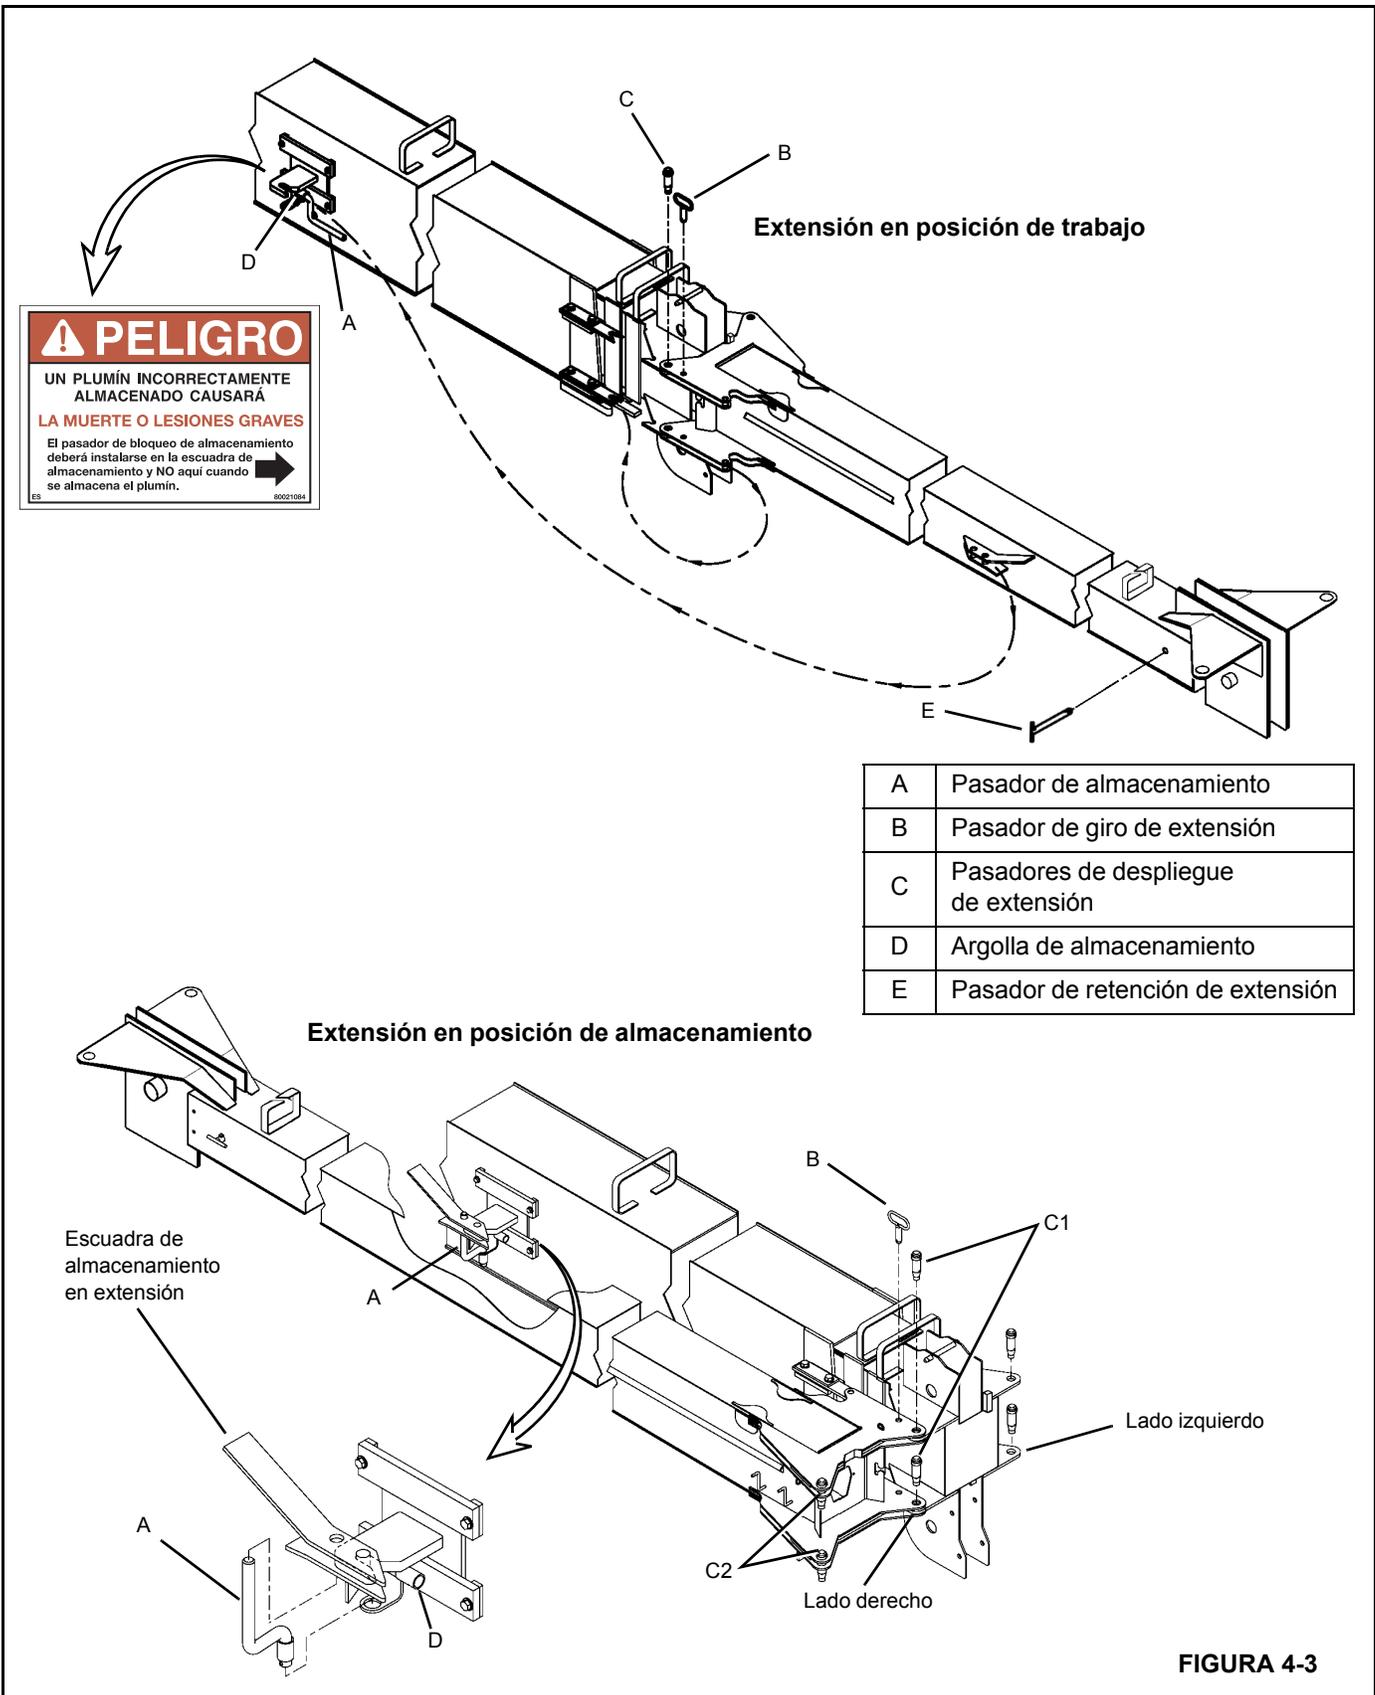

FIGURA 4-3
5. Verifique que la extensión esté debidamente almacenada (Figura 4-3):
2. Utilice la función de elevación para bajar la pluma de modo que los pasadores de despliegue de la extensión C1 (Figura 4-3) y C2 puedan accederse fácilmente desde el suelo.
6. Saque el pasador de giro de la extensión (B) de la orejeta superior de la extensión.